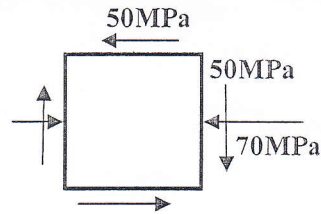

图5
5、从构件中切取一微单元体，各截面的应力如图5所示，试分别用解析法与图解法确定主应力的的大小及方位。(15分)